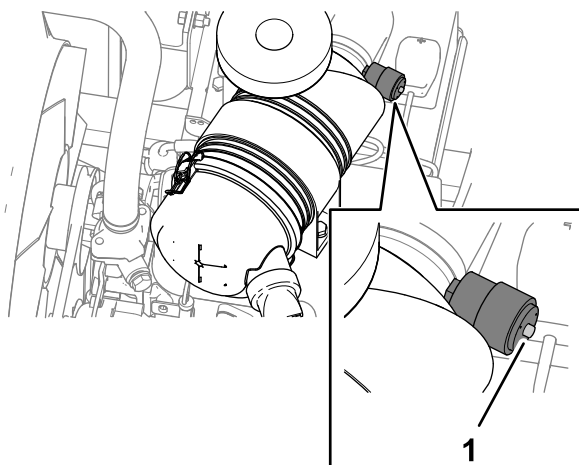

Figure 61
3. Contrôlez l'indicateur de colmatage du filtre (Figure 61).
**Remarque:** Faites l'entretien du préfiltre si l'indicateur de colmatage (Figure 61) est rouge. Le remplacement fréquent du filtre à air accroît le risque de contamination du moteur par des impuretés quand le filtre est déposé.